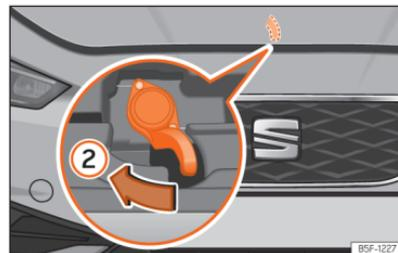

Abb. 220 Hebel unter der Motorraumklappe.
- Um die Frontklappe zu öffnen, drücken Sie den unterhalb der Frontklappe mittig vorgesehenen Hebel mit der Hand nach links >>> **[Abb. 220]** ②. Die Fanghaken werden entriegelt.